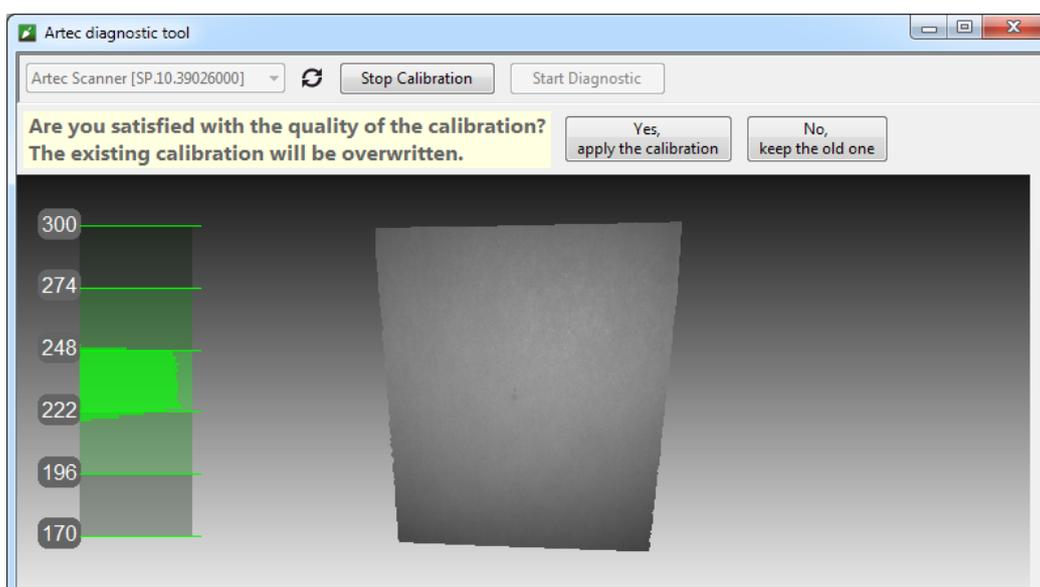

Abbildung 140: Die Kalibrierungsergebnisse beurteilen.
11. Auf *Ja, Kalibration anwenden* klicken, falls keine Löcher in der Fläche vorhanden sind und das Rekonstruktionsergebnis zufriedenstellend ist. Um die neue Kalibration zu verwerfen, auf *Nein, alte Kalibration beibehalten* klicken (siehe Abb. 140).